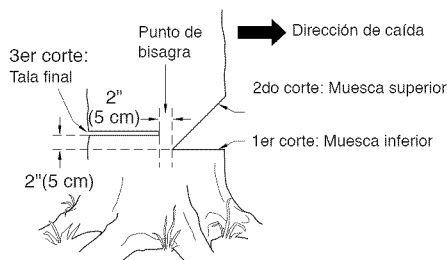

Figura 12 - Tala de un árbol
La preparación correcta de una muesca determinará la dirección en que caerá el árbol. Corte la muesca del lado del árbol correspondiente a la dirección en la cual desea que éste caiga (vea la Figura 12). Siga las instrucciones a continuación para cortar la muesca.
1. Haga el corte inferior de la muesca tan cerca del suelo como sea posible. Sujete la sierra de modo que la barra de guía se encuentre en posición horizontal. Corte a través del tronco del árbol hasta atravesar 1/3 de su diámetro (vea la Figura 12). **Nota:** Haga siempre este corte inferior horizontal en primer lugar. Si la hace en segundo lugar, el árbol puede presionar la cadena o la barra de guía.
2. Comience el corte superior de la muesca a una distancia del corte inferior igual a la profundidad de éste. **Por ejemplo:** Si el corte inferior tiene una profundidad de 20 cm, comience el corte superior 20 cm por encima de aquél. Corte en dirección hacia abajo y a un ángulo de 45°. El corte superior de la muesca debe llegar y unirse al punto final del corte inferior (vea la Figura 12).
1. Haga el corte de tala final 5 cm por encima del corte inferior de la muesca y sobre el lado opuesto del árbol (vea la Figura 12). Mantenga el corte de tala final paralelo al corte inferior de la muesca.
⚠ ADVERTENCIA: No atraviese el árbol completamente. Deje alrededor de cinco centímetros de diámetro sin cortar, directamente detrás de la muesca (vea la Figura 12). Esta porción sin cortar funciona a manera de bisagra. La bisagra ayuda a evitar que el árbol se tuerza y caiga en la dirección equivocada.